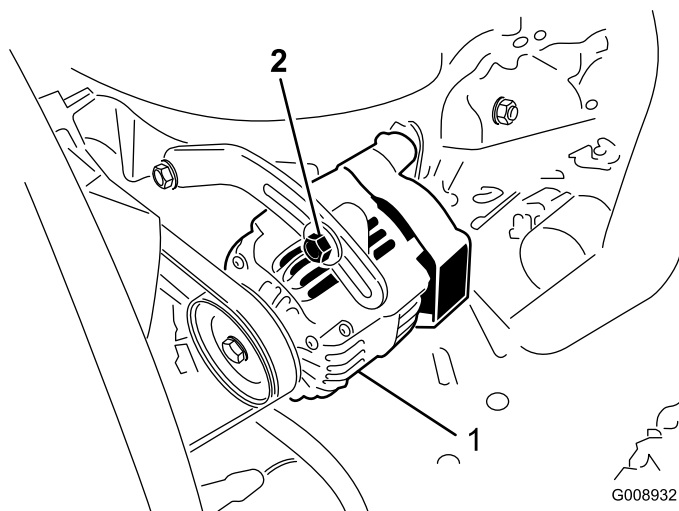

Bild 53
Prüfen Sie den Zustand und die Spannung der Treibriemen (Bild 53) alle 100 Betriebsstunden.
2. Lockern Sie bei einer Durchbiegung von mehr oder weniger als 10 mm die Befestigungsschrauben der Lichtmaschine (Bild 53). Erhöhen oder reduzieren Sie die Spannung des Lichtmaschinen-Treibriemens und ziehen Sie die Schrauben wieder fest. Prüfen Sie die Riemenspannung noch einmal auf korrekte Einstellung.